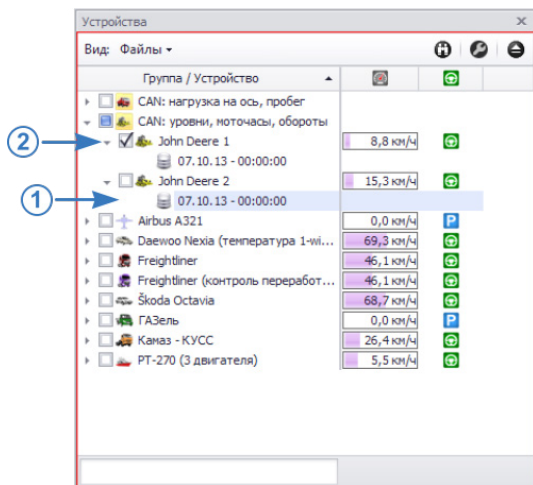

Рис.229. Выбор ТС для построения мультитреков.
- В Селекторе устройств выбрать данные основного ТС, относительно которого будет производиться разбивка на рейсы треков других ТС (**Рис.229, п.1**).
- Установить галочки напротив дополнительных ТС, которые будут участвовать при построении мультирейсов (**Рис.229, п.2**).